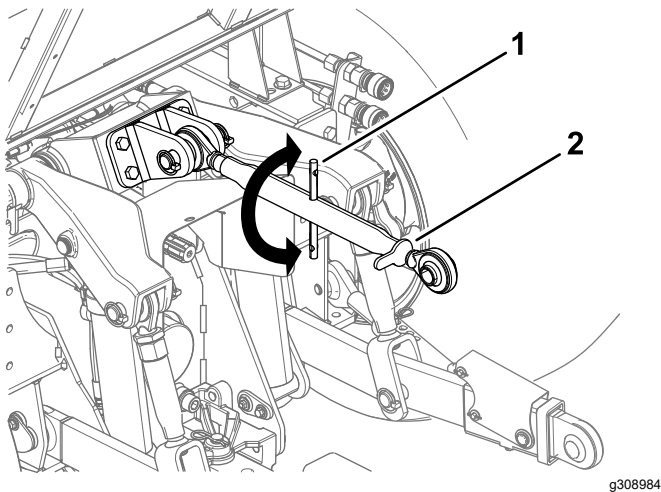

Figura 22
1. Allentate il controdado sull'attacco superiore (Figura 22).
3. Serrate il controdado (Figura 22).